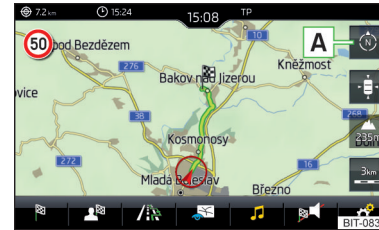

Fig. 230 Modification du sens de la carte
► Pour **modifier l'orientation de la carte** dans le menu principal *Navigation* appuyez sur la touche de fonction **A** » fig. 230.